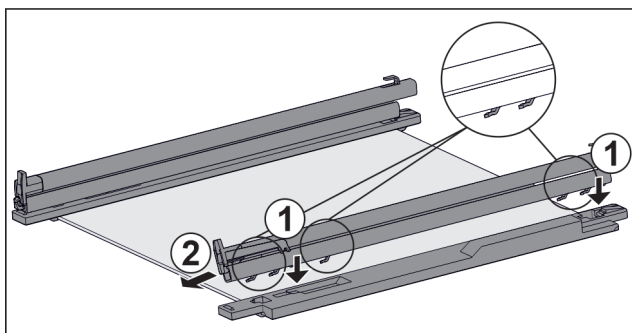

Fig. 202 Tablette en verre avec rails et pièces de retenue
- ▶ Placer les crochets du rail sur les ouvertures de la pièce de retenue de **gauche**. Fig. 202 (1)
- ▶ Tirer le rail vers l'avant. Fig. 202 (2)
- ▶ Placer les crochets du rail sur les ouvertures de la pièce de retenue de **droite**. Fig. 202 (1)